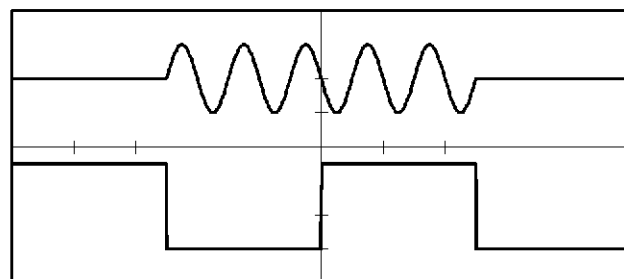

図 8-17 ゲーテッド (エッジ)、Neg の波形
39. 図 8-17 のように、トリガ信号の下がりエッジから次の下がりエッジまで正弦波信号が出力していることをオシロスコープで確認します。